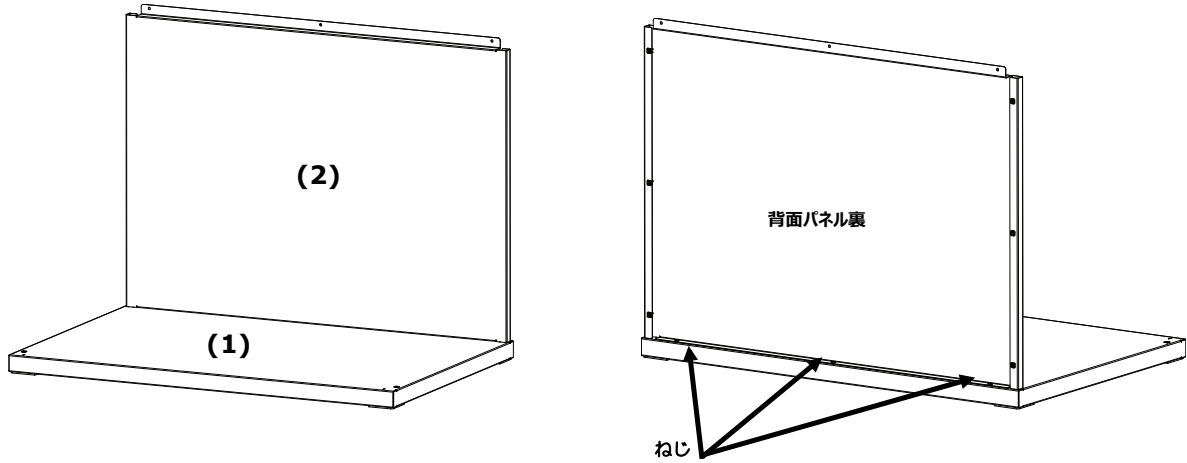

図2：背面パネルを底パネルに設置
2. 背面パネル (2) 底のタブを、底パネル (1) 後方のくぼみに合わせます。図 2 の様に、背面パネルと底パネルを 3 本のねじで固定します。